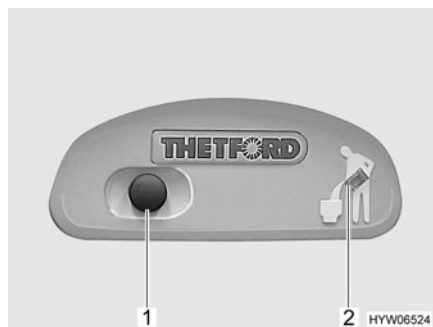
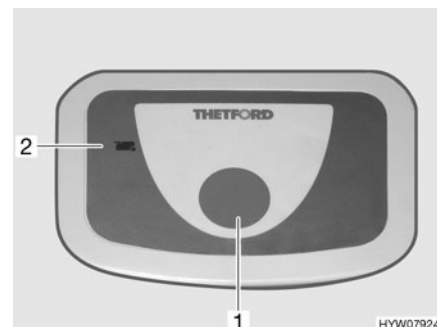

Fig. 226 Botón del inodoro/luz de control del inodoro Thetford
Fig. 227 Botón del inodoro/luz de control del inodoro Thetford (alternativa)
- Para lavar, pulsar el botón del inodoro azul (Fig. 226,1 ó Fig. 227,1).
La luz de control (Fig. 226,2 ó Fig. 227,2) se enciende cuando es necesario vaciar el cassette Thetford.